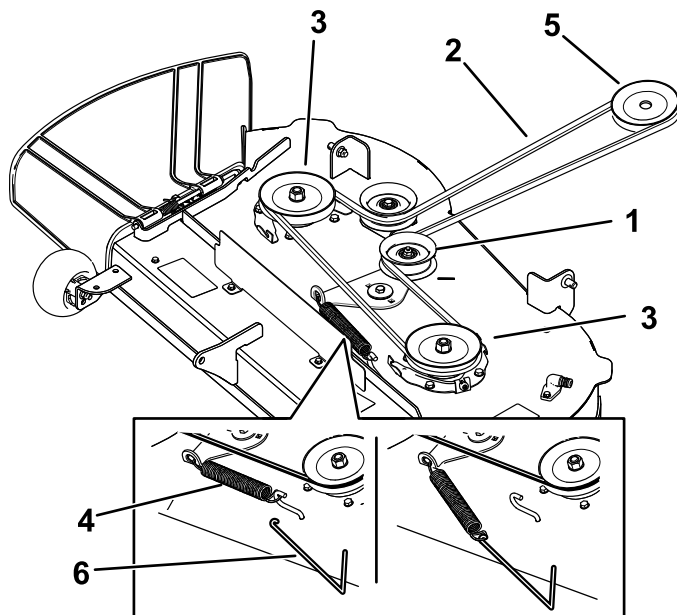
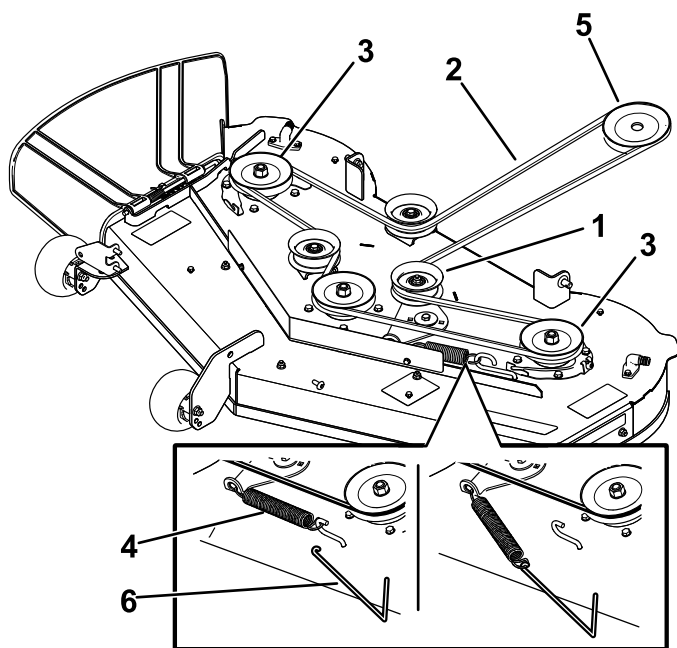

Figure 57
Figure 58
7. À l'aide d'un outil de dépose de ressort (réf. Toro 92-5771), décrochez le ressort du crochet sur le plateau pour détendre la poulie de tension et déchaussez la courroie des poulies (Figure 57 ou Figure 58).
8. Acheminez la courroie neuve autour de la poulie du moteur et des poulies du tablier de coupe (Figure 57 ou Figure 58).
9. À l'aide d'un outil de dépose de ressort (réf. Toro 92-5771), accrochez le ressort au crochet sur le plateau pour tendre la poulie de tension et la courroie du plateau du coupe (Figure 57 ou Figure 58).